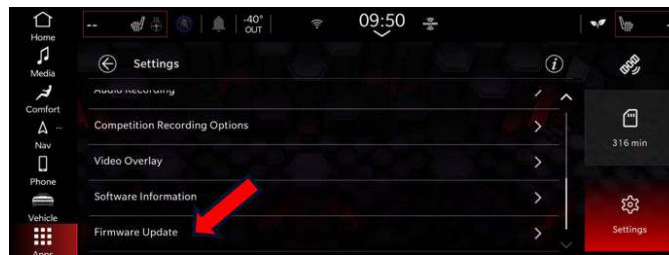

Fig. 13
28. If the disclaimer pops up, accept it Fig. 13.